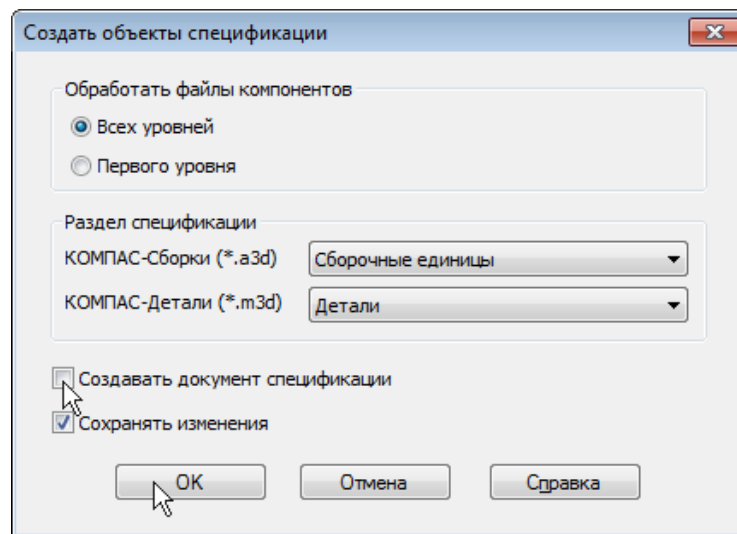

Рисунок 60.
- Нажмите кнопку ОК (рис. 60).